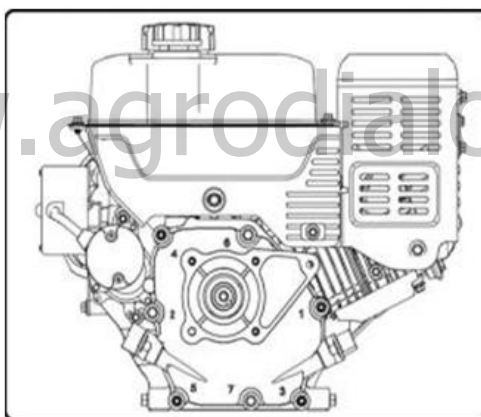

Рисунок 36
2. Выкрутите масляный щуп из маслозаливной горловины, протрите его начисто (рис.36).